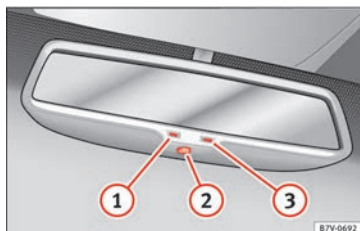

Fig. 147 Bakspejl med automatisk afblænding
Forklaring til Fig. 147:
Den automatiske afblænding kan aktiveres og deaktiveres med kontakten på bakspejlet »» Fig. 147 (2). Når den automatiske afblænding er aktiveret, lyser kontrollampen (1).